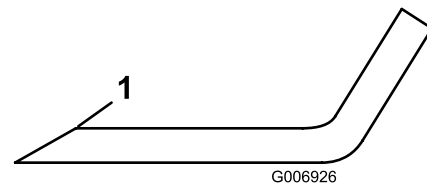

Figura 75
4. Inspeccione as extremidades de corte de todas as lâminas, afie as extremidades de corte se apresentarem sinais de desgaste ou ranhuras, afie apenas a zona superior da parte cortante e mantenha o ângulo de corte original para garantir um desempenho eficaz da lâmina (Figura 75).